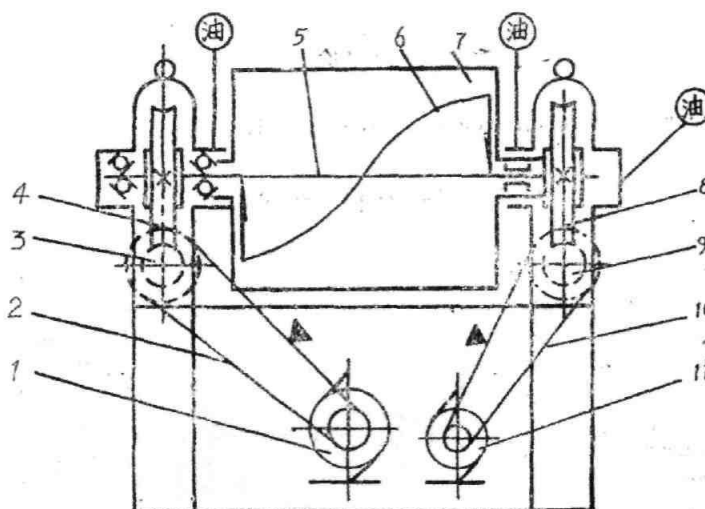

рис.1 Схема привода
3. Перед первым запуском необходимо смазать точки смазки, указанные на рис. 1 (шестерни внутри коробки червячного колеса уже смазаны). После этого, дать оборудованию поработать вхолостую около получаса, проверить, не ослабло ли крепление деталей.